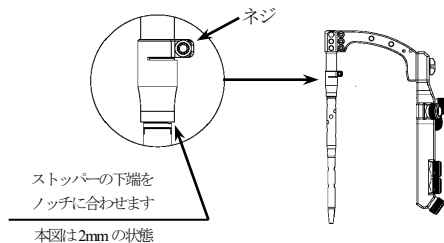

図 9-1
- 10) TD アームのネイル接続端部にストッパーを差し込みます。ネイル近位端の挿入深度を決定し、ストッパーの下端を TD アームのノッチ位置 (0, 2, 5 または 10mm) に合わせ、ネジを締め付けてストッパーを固定します。(図 9-1)